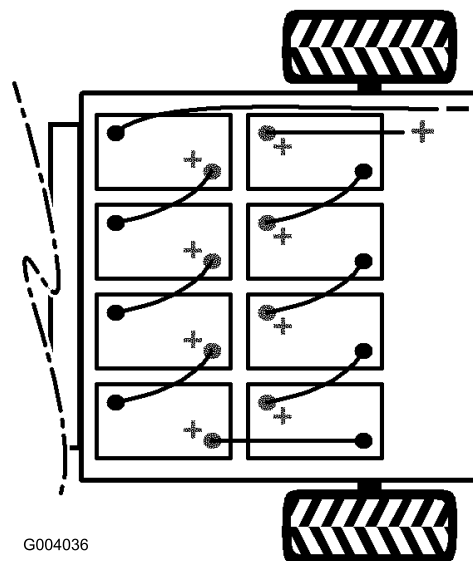

Figura 38
2. Desconecte el cable negativo principal (negro) de las baterías que conecta el banco de baterías a la conexión de tierra de la máquina (Figura 38).
3. Desconecte el cable positivo principal de la batería (rojo) que conecta el banco de baterías al fusible principal de la máquina (Figura 38).
Nota: Preste atención a la polaridad de las baterías al instalar las baterías nuevas (Figura 38).
6. Conecte las baterías entre sí como se muestra en Figura 38 con los cables de interconexión de las baterías que retiró en el paso 1.
1. Conecte el cable positivo principal de las baterías (rojo) entre el banco de baterías y la máquina (Figura 38).
- 2. Conecte el cable negativo principal de las baterías (negro) entre el banco de baterías y la máquina (Figura 38).